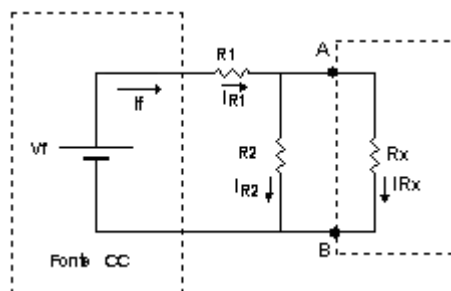

Figura 9 - Circuito a ser utilizado.
Considere o circuito da Figura 9:
- Justifique a razão pela qual se pode chamar o circuito apresentado na Figura 9 de limitador de corrente;